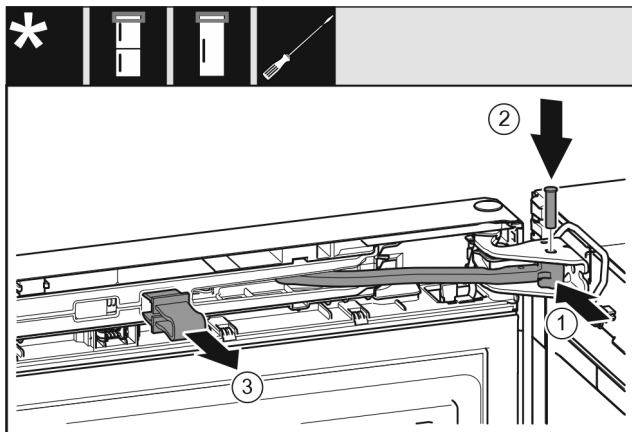

Fig. 50
- Okrenite zglob u podlošku ležaja. Fig. 50 (1)
- Umetnite svornjak u podložak ležaja i zglob. Pritom pazite da ispučenje za blokiranje ispravno dosjedne u utor. Fig. 50 (2)
- Skinite osigurač. Fig. 50 (3)